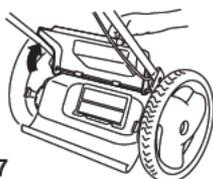

Figura 17
1.- Levantar y sostener la puerta trasera (figura 17).